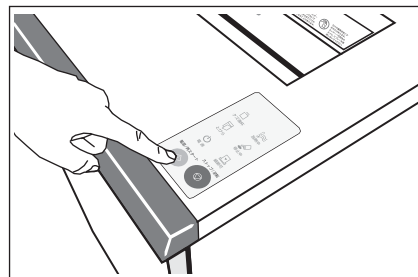

図6
1. 扉⑥を開けて電源スイッチ①の上側を押してください。
2. 扉⑥を閉めてください。
3. 電源/再起動スイッチ⑱を押して、電源ランプ⑮、細断可ランプ⑲の点灯を確認してください。 図6 参照
- ☆最初に電源/再起動スイッチ⑱を押したときに、投入口②に細断物等が置かれていると、停止中ランプ⑭が点滅します。細断物を取り除き、再度、電源/再起動スイッチ⑱を押してください。